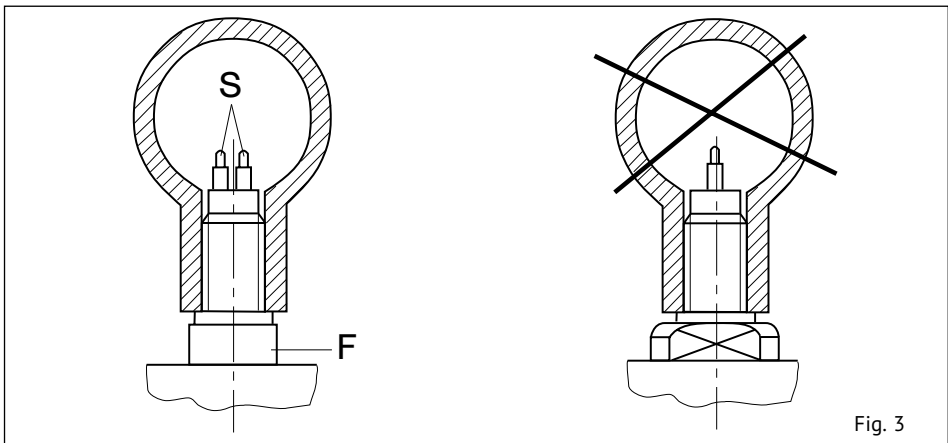
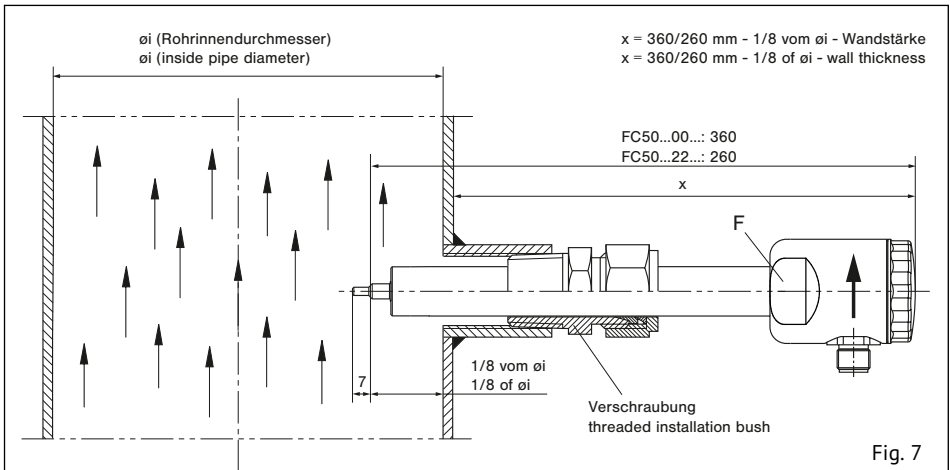

Fig. 3
Fig. 7
- Die Messfühler (S) müssen nebeneinander im Rohr liegen (siehe Fig. 3):
- The two sensors (S) must be side by side across the direction of flow (see fig. 3):
Die beiden Messfühler (S) müssen im eingebauten Zustand nebeneinander im Strömungsmedium liegen. Dies ist der Fall, wenn die Schlüsselansatzflächen (F) parallel zur Rohrleitung stehen (siehe Fig. 3). Bis 56 mm Rohrinne Durchmesser muss der Einschraubstutzen bündig mit der Rohrinne wand sein. Größer 56 mm Rohrinne Durchmesser muss die Fühlermitte (schräger Absatz) auf 1/8 des Rohrinne Durchmessers eingeschraubt werden. Der Pfeil (Laserbeschriftung) an der Seite des Gehäuses muss in Strömungsrichtung zeigen (siehe Fig. 5).
The two sensors (S) of the flow meter must be aligned side by side directly across the direction of flow. The sensors are correctly positioned when the wrench flats (F) are aligned parallel with the pipe (see fig. 3). For inside pipe diameters up to 56 mm (2.2 in) the shaft end must be in line with the inner pipe wall. For inside pipe diameters above 56 mm (2.2 in) the shoulder of the two sensors (7 mm (0.28 in) from the tip) must be positioned at 1/8 of inside pipe diameter \varnothing i. The arrow (laser marking) at the side of the housing must show in direction of flow (see fig. 5).
Die beiden Messfühler (S) müssen im eingebauten Zustand nebeneinander im Strömungsmedium liegen. Dies ist der Fall, wenn die Schlüsselansatzflächen (F) parallel zur Rohrleitung stehen (siehe Fig. 3). Die Fühlermitte (schräger Absatz) muss bei $1/8$ des Rohrinneindurchmessers positioniert werden. Der Pfeil (Laserbeschriftung) an der Seite des Gehäuses muss in Strömungsrichtung zeigen (siehe Fig. 7).
The two sensors (S) on the flow meter must be aligned side by side directly across the direction of flow. The sensors are correctly positioned when the wrench flats (F) are aligned parallel with the pipe (see fig. 3). The shoulder of the two sensors (7 mm (0.28 in)) must be positioned at $1/8$ of inside pipe diameter $\varnothing i$. The arrow (laser marking) at the side of the housing must show in direction of flow (see fig. 7).